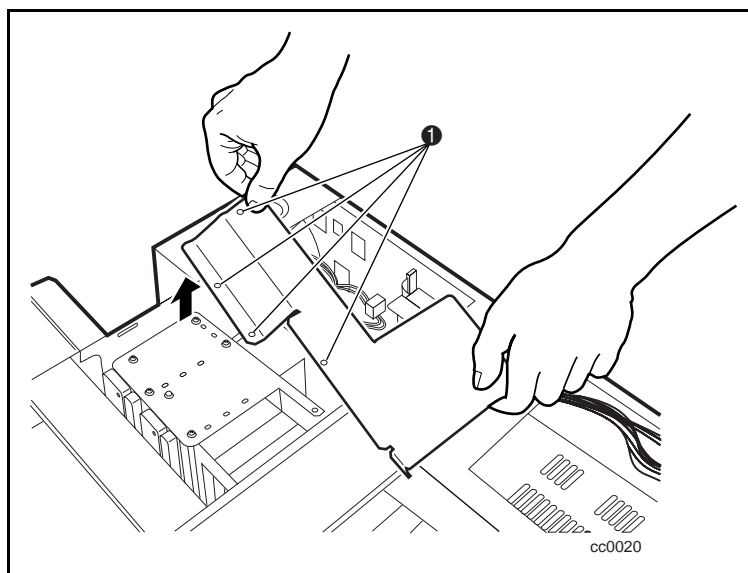

Abbildung 3. Entfernen des Versteifungsblechs
2. Entfernen Sie die Schrauben, mit denen das Versteifungsblech am Chassis (❶ Abbildung 3) befestigt ist.